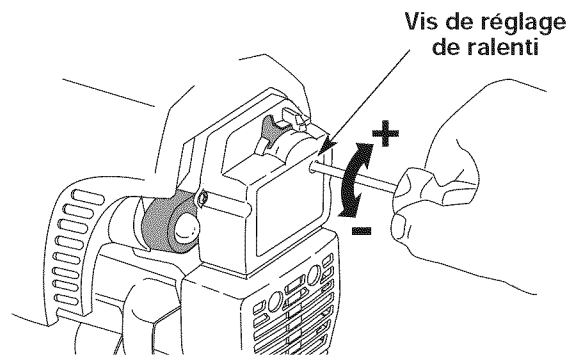

Fig. 29
Le régime ralenti du moteur est réglable par le couvercle du filtre à air/silencieux (Fig. 29).
3. Relâchez le levier d'accélérateur et laissez le moteur au ralenti. Si le moteur s'arrête, insérez un petit tournevis à embout cruciforme ou à tête plate dans le trou du couvercle du filtre à air/silencieux (Fig. 29). Vissez la vis de réglage du ralenti de 1/8 de tour à la fois (selon le besoin) jusqu'à ce que le moteur se mette bien au ralenti.